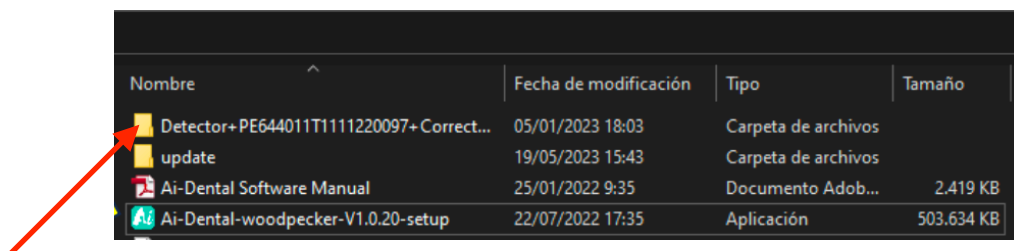

Figura 3.1
Para obtener la primera imagen, es necesario calibrar el sensor. La calibración es un proceso automático, requiere de un fichero incluido en el USB que acompaña el sensor (Figura 3.1). Cuando se use por primera vez el sensor en un ordenador (con Ai-Dental instalado), se debe cargar dicho fichero de calibración.
2.2.1.1. Seleccionando “sí” nos saldrá una ventana para elegir el fichero a cargar. Se debe elegir la carpeta del USB conectado, llamado “TECLAST”, (Figura 3.1) y elegir el fichero parecido al señalado con la flecha roja de la Figura 3.1.